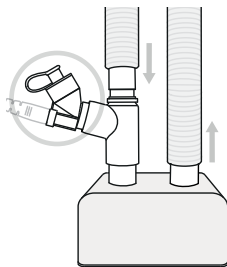

Figura 7. Aerogen Solo sul lato asciutto dell'umidificatore
- È possibile collocare l'Aerogen Solo sul lato asciutto dell'umidificatore, come mostrato in figura 7. In questa configurazione è possibile usare l'Aerogen Solo con un'interfaccia nasale.
L'Aerogen Solo può essere usato in casi di ventilazione meccanica con un'interfaccia nasale, se configurato con un umidificatore (figura 7).